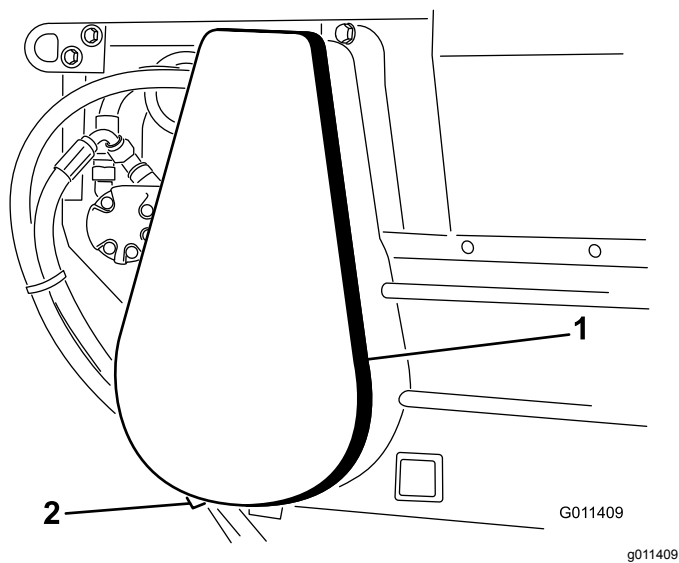

Figura 29
1. Retire la cubierta de la cadena y el espaciador (Figura 29).